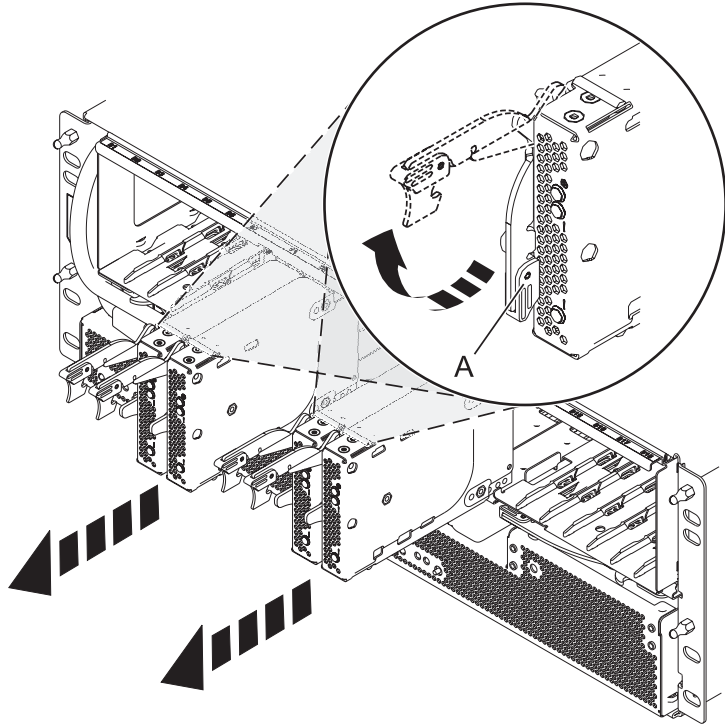

Figure 62. Retrait de la carte de port du fond de panier
5. Retirez les cartes de port et les obturateurs, comme illustré dans la figure 62, à la page 77.